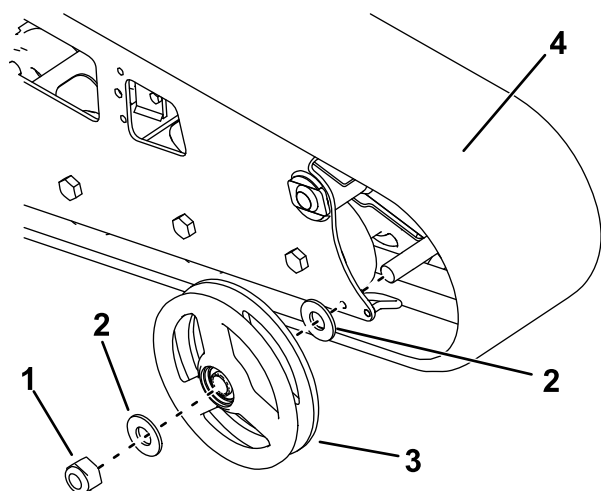

Figure 66
7. Retirez l'écrou de fixation de la roue avant extérieure et déposez la roue (Figure 66).
8. Déposez la chenille (Figure 66).
9. Retirez les 2 grandes rondelles des roues extérieures (1 de chaque côté de chaque roue) (Figure 66).
12. Posez la chenille neuve (Figure 66).
13. Posez la roue avant extérieure et fixez-la avec l'écrou retiré précédemment (Figure 66).